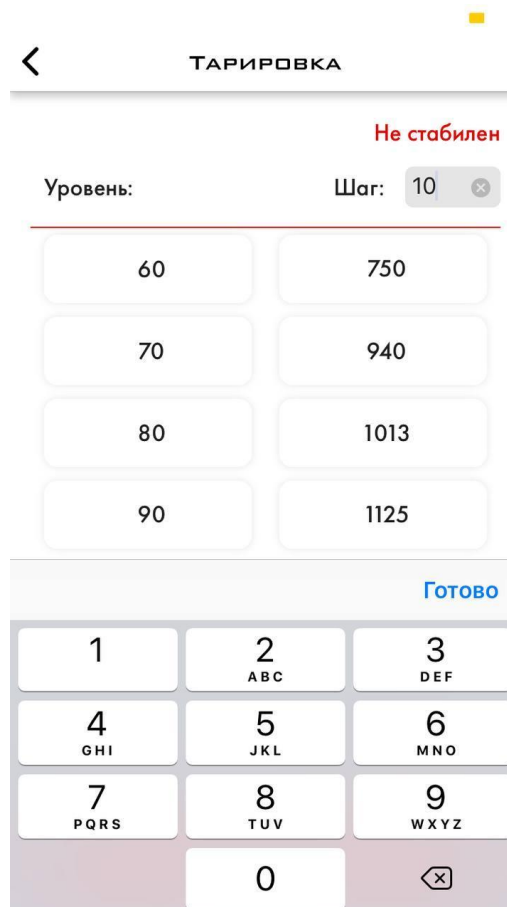

Рис. 52 Изменение порции и добавление шагов тарировки
2.7.5 Вы можете изменить таблицу, нажав на любую ячейку (Рис. 51). Также вы можете задать Порцию (в литрах/галлонах), а затем добавить в таблицу новые строки (Рис. 52). Чтобы удалить любую строку, нажмите и удерживайте ее, затем проведите пальцем влево и нажмите **Удалить** (Рис. 53).
2.7.6 Чтобы войти в таблицу вручную, выберите соответствующую опцию на экране, показанном на Рисунке 48, затем установите порцию (Рис. 52), добавьте столько порций, сколько вам нужно, и отредактируйте значения уровня в соответствии с таблицей, которая у вас есть и загрузить ее в память Индикатора (Рис. 51). Вы можете удалить любую строку, нажав и удерживая ее и проведя пальцем влево, а затем нажав **Удалить**. Обязательно нажмите **«Сохранить»**, чтобы сохранить таблицу и/или любые внесенные в нее изменения.